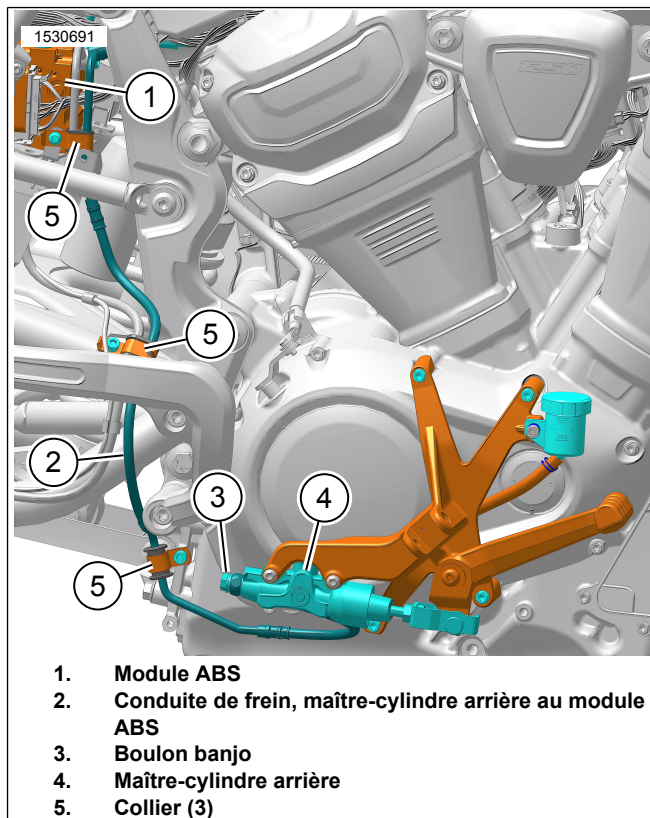
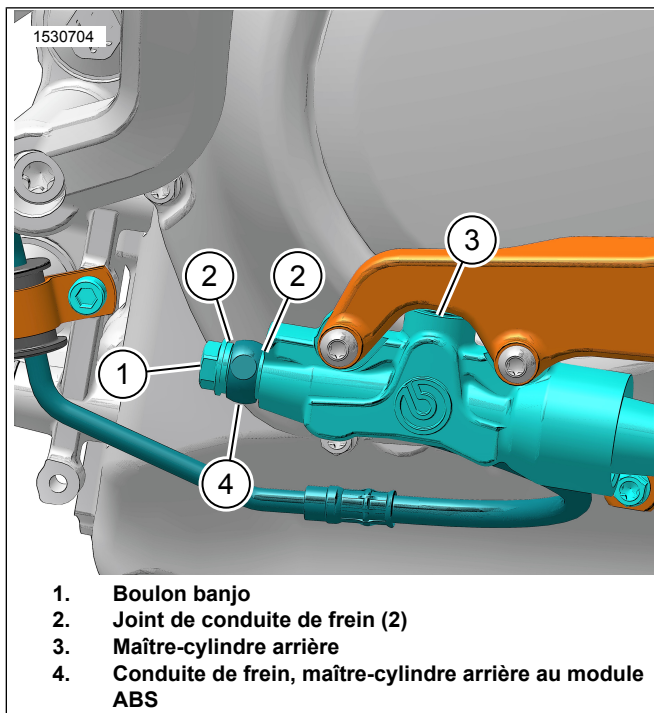

Figure 9. Nouvelle conduite de frein
Figure 10. Maître-cylindre arrière
1. Voir la figure 9. Installer l'interrupteur de frein d'origine sur la conduite de frein (2). Consulter le manuel d'entretien.
2. Acheminer la conduite de frein (2) du maître-cylindre arrière (4) au module ABS (1). Consulter le manuel d'entretien.
3. Installer la conduite de frein (2) sur le module ABS. Installer sans le serrer le boulon banjo avec les **nouveaux** joints de la conduite de frein. Consulter le manuel d'entretien.
4. Installer sans les serrer les colliers (5) sur la conduite de frein (2). Consulter le manuel d'entretien.
5. Voir la figure 10. Installer la conduite de frein (2) sur le maître-cylindre arrière (3). Installer sans le serrer le boulon banjo (1) avec les **nouveaux** joints de conduite de frein (2).
6. Voir la figure 9. Serrer les colliers de la conduite de frein (5). Consulter le manuel d'entretien.